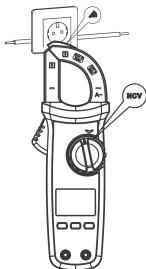

Рис. 5. Бесконтактное обнаружение напряжения
7.7. Бесконтактное обнаружение переменного напряжения (см. рис. 5)